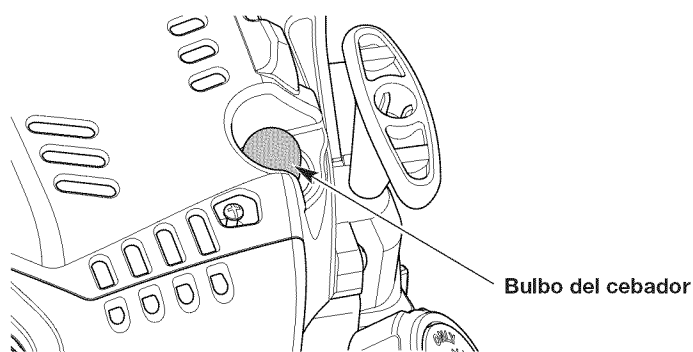

Fig. 9
3. Presione y luego suelte el bulbo del cebador lentamente **10 veces** (Fig. 9). Si no puede ver combustible en el bulbo del cebador, oprima y suelte el bulbo del cebador hasta que se vea combustible.
2. Oprima y mantenga apretado el interruptor de encendido/apagado en la posición OFF (O) (apagado) hasta que el motor se pare por completo (Fig. 9).